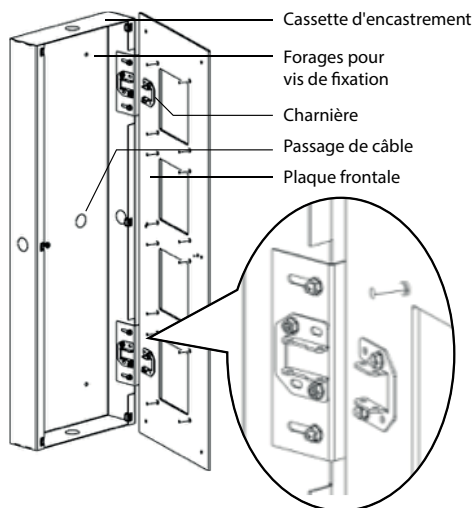

Fig. 5: Placer la cassette d'encastrement
- ☒ Retirez les écrous (M3) de la plaque de guidage (détails à la Fig. 5).